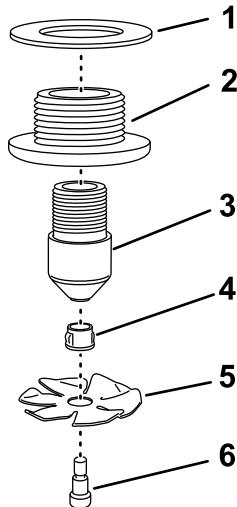

Рисунок 20
1. Установите на болт с буртиком промывочную крыльчатку и втулку (Рисунок 20).
2. Установите промывочную крыльчатку, втулку и болт с буртиком на промывочное сопло (Рисунок 20).
4. Вставьте промывочное сопло в сборе в переходной штуцер и затяните от руки (Рисунок 20).
5. Установите прокладку на переходной штуцер (Рисунок 20).